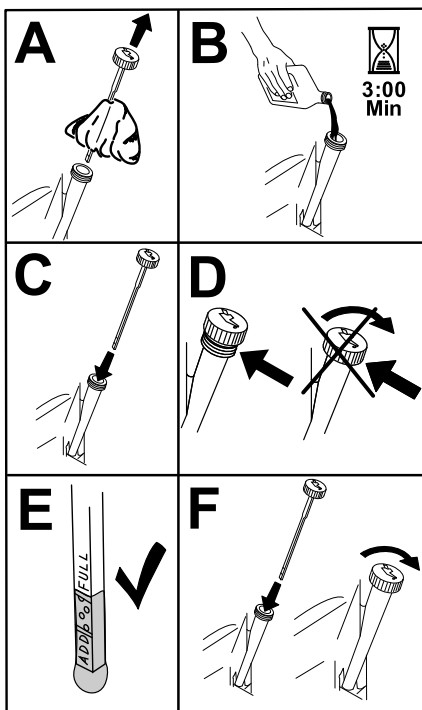

Figure 35
8. Versez lentement environ 80 % de l'huile spécifiée dans le tube de remplissage, puis faites l'appoint lentement pour faire monter le niveau jusqu'au repère maximum (**Full**) (Figure 35).